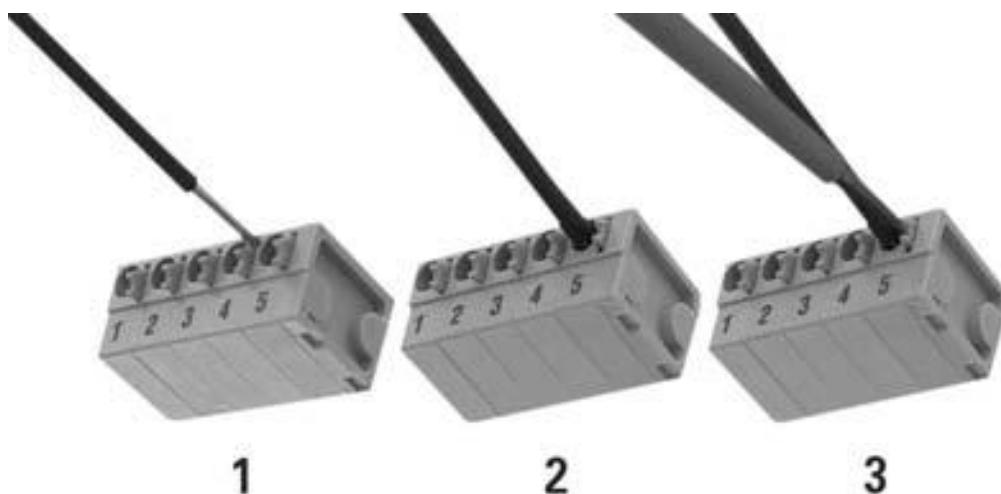

Abb. 1 Anschließen und Lösen der Leitungsverbindungen
- Schließen Sie die Leitungen gemäß dem Anschlussplan an (Anschluss der Federkraftklemmen siehe Abb.1). Befestigung über Dosen schrauben oder Schrauben und Dübel außen.